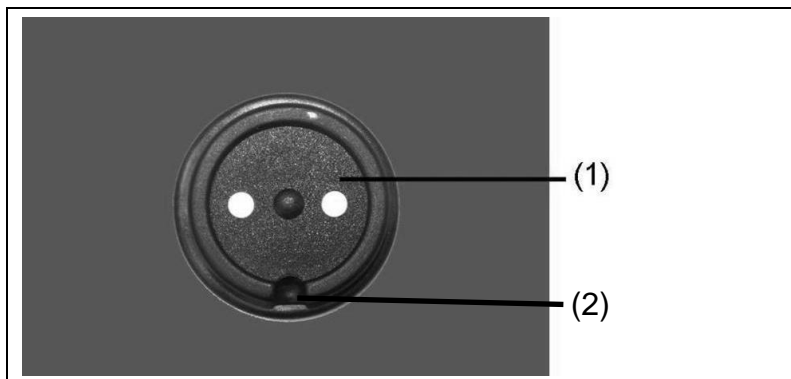

Fig. 5-9: Prise courant de charge MagCode
1. Alignez la prise MagCode du dispositif de charge externe (chargeur de batterie par exemple) avec le système de verrouillage (Fig. 5-9-(2)).
2. Installez la prise dans la prise MagCode (Fig. 5-9-(1)).